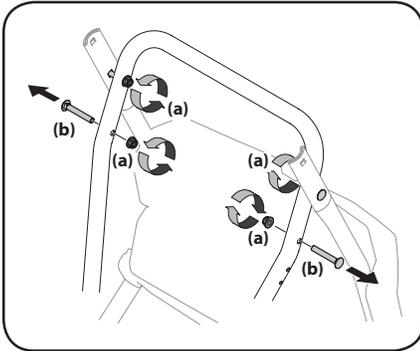
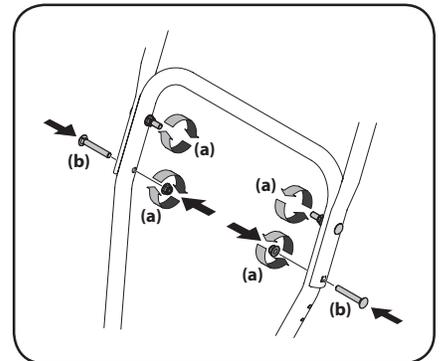

Figura 2-2
Figura 2-5
2. En determinadas unidades, afloje las dos tuercas de seguridad superiores (a) que sujetan la manija superior e inferior y extraiga los dos pernos de carro (b) de la manija inferior y deje a un costado como se muestra en la Figura 2-2.
6. En las unidades que tienen la manija instalada como se muestra en la Figura 2-2, coloque los dos tornillos de carro (b) y las tuercas de seguridad (a) que extrajo en el Paso 2. Termine de sujetar la manija, para lo que debe ajustar las dos tuercas de seguridad superiores (a) que aflojó en el Paso 2. Consulte Figura 2-5.